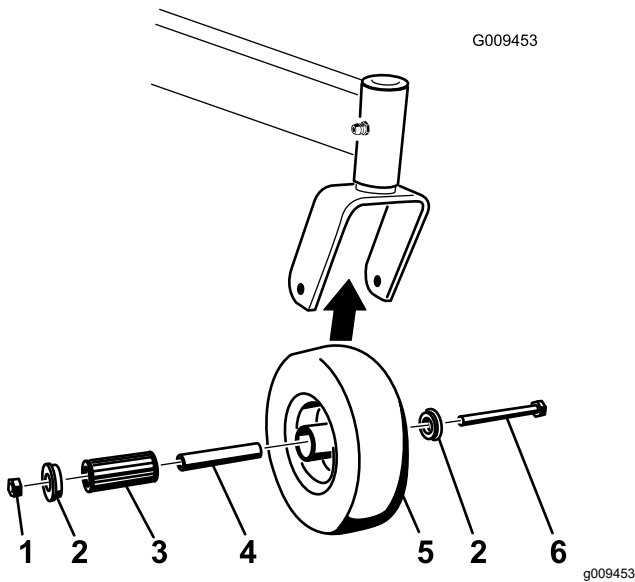

Figura 57
1. Retire la contratuerca y el perno que sujetan la rueda giratoria a la horquilla (Figura 57).
- Retire un solo casquillo y tire del casquillo intermedio y del cojinete de rodillos para sacarlos del cubo de la rueda (Figura 57).
- Retire el otro casquillo del cubo de la rueda y limpie la grasa y la suciedad del cubo de la rueda (Figura 57).
**Nota:** Repare o cambie cualquier pieza dañada o desgastada (Figura 57).
- Coloque un casquillo en el cubo de la rueda (Figura 57).
- Engrase el cojinete de rodillos y el casquillo intermedio y deslícelos en el cubo de la rueda (Figura 57).
- Coloque el segundo casquillo en el cubo de la rueda (Figura 57).
- Instale la rueda giratoria en la horquilla y fíjela con el perno y la contratuerca (Figura 57).
- Apriete la contratuerca hasta que el casquillo intermedio se apoye contra el interior de las horquillas de las ruedas giratorias (Figura 57).